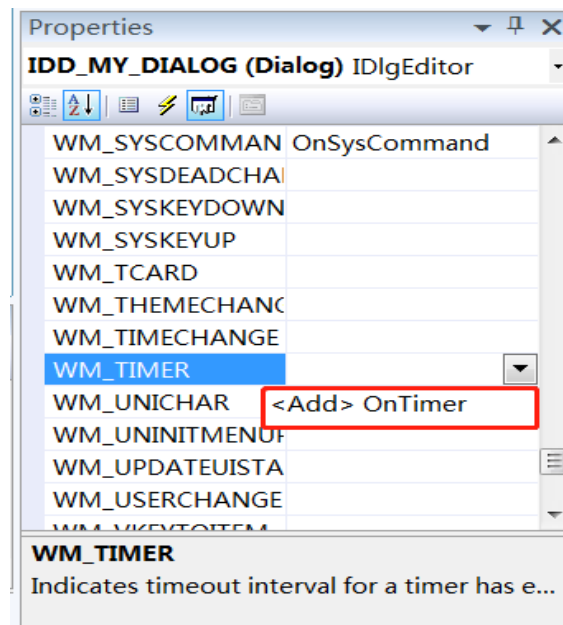

图26
13、在窗体的属性视图中添加消息处理函数，这里我们双击红框，加入定时器，以便获取规划位置、规划速度等变量的实时变化，如图 26